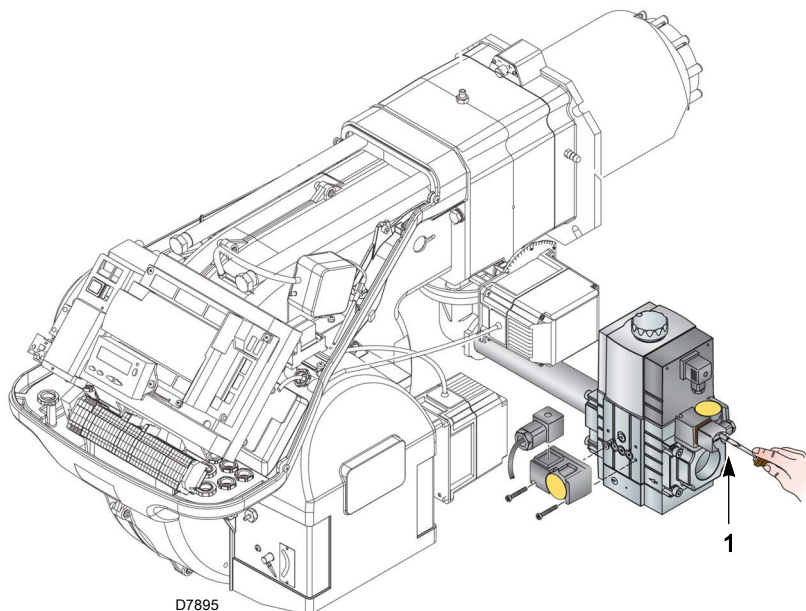

图 27
- 连接一个压力计到最小燃气压力开关的压力测试点 1) (图 27)，检查燃气供应压力：必须低于燃气阀组所能允许的最大压力，见燃气阀组标牌。